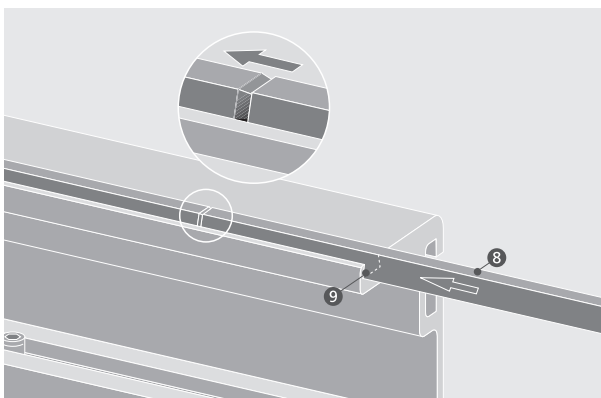

Abbildung 5.6.4
- Kunststoffgleitprofil (8) in die obere Nut (9) der Seitenabstützung einschieben. Die Kunststoffgleitprofile sollten den Verbindungsbereich der Seitenabstützungen immer überbrücken. (Abb. 5.6.4)
**Die Kunststoffgleitprofile dürfen keine Lücken bilden und müssen in Förderrichtung leicht angefast sein, um der Plattenkette im Betrieb keinen Widerstand zu bieten.** (Abb. 5.6.4)